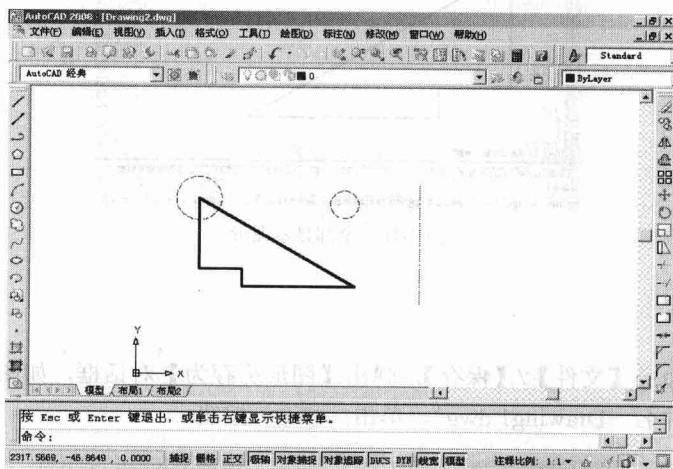

图 1-13 缩小图形
(1) 单击【标准】工具栏上的  按钮, 鼠标指针变成手的形状 。按住鼠标左键并向右拖动鼠标指针, 直至图形不可见为止, 按 **Esc** 键或 **Enter** 键退出。
(2) 单击【标准】工具栏上的  按钮, 图形又显示在窗口中。
(3) 单击【标准】工具栏上的  按钮, 鼠标指针变成放大镜形状 。此时按住鼠标左键并向下拖动鼠标指针, 图形缩小, 如图 1-13 所示。按 **Esc** 键或 **Enter** 键退出。
(2) 单击【标准】工具栏上的 按钮，显示上一次的视图，结果如图 1-13 所示。